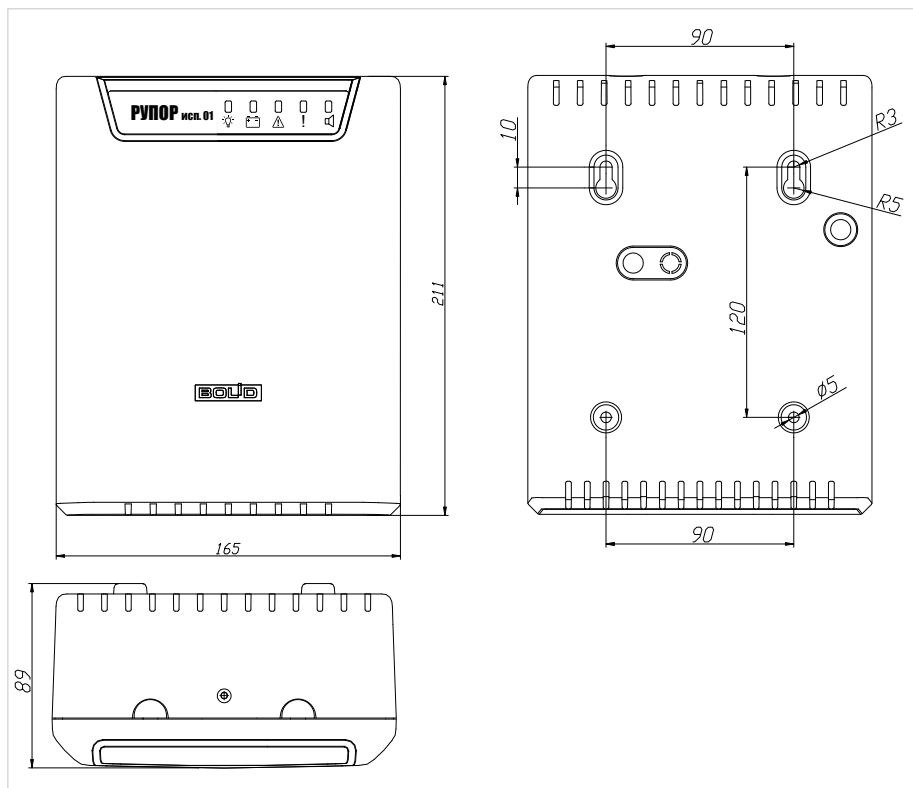

Рисунок 28. Внешний вид и габаритные размеры прибора «Рупор исп.01»
1. Наметьте на стене места для четырех установочных отверстий в соответствии с габаритным чертежом (см. рис. 28). Просверлите отверстия.